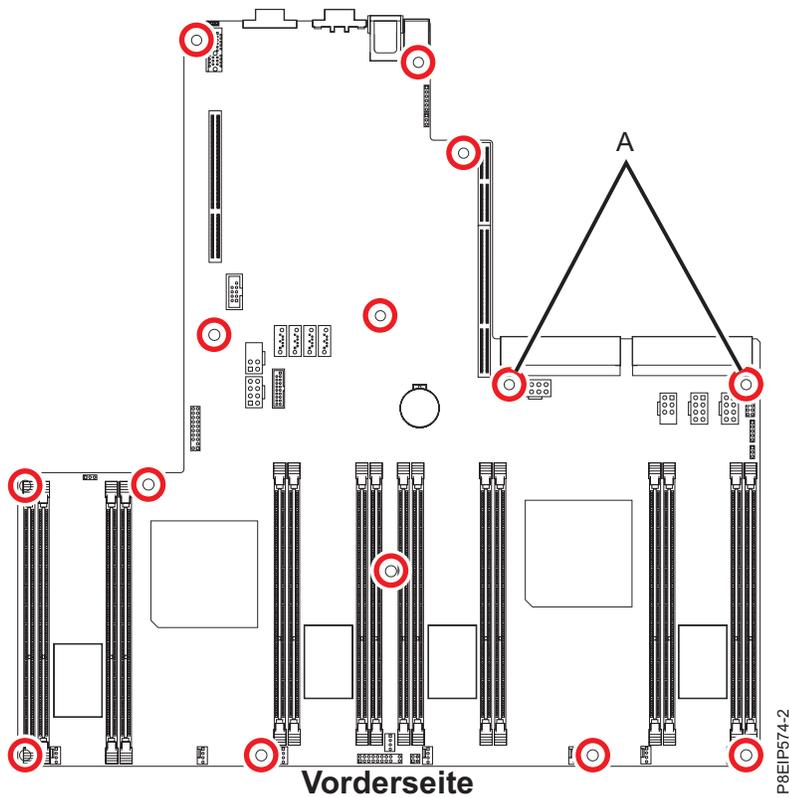

Abbildung 32. Schraubenpositionen. Die zwei Schrauben an Position (A) sind schwarz und etwas länger.
11. Entfernen Sie die 14 Schrauben von der Systemrückwandplatine. Die Schraubenpositionen werden in Abb. 32 auf Seite 34 dargestellt.